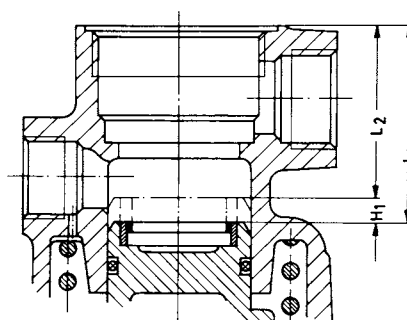

Abb. 3
(Abb. 3)
- d) Bremsventil mittels der Kreuzgriffschraube bis zum Anschlag betätigen, dann das Maß "L2" messen. (Abb. 3)